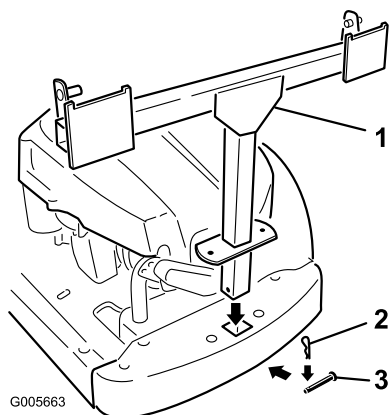

Figura 4
- Sujete el bastidor del ensacador con un pasador (5/16 x 2-1/4 pulg.) y una chaveta (Figura 4).
- Instale dos varillas, una en cada lado del bastidor del ensacador. Localice el soporte ranurado entre la rueda motriz trasera y el bastidor. Introduzca el extremo abocinado de la varilla en la muesca de la ranura y deslice la varilla hacia atrás (Figura 4).
- Introduzca el extremo doblado de la varilla en el bastidor del ensacador según se muestra en Figura 4. Sujete ambos extremos de las varillas con chavetas.